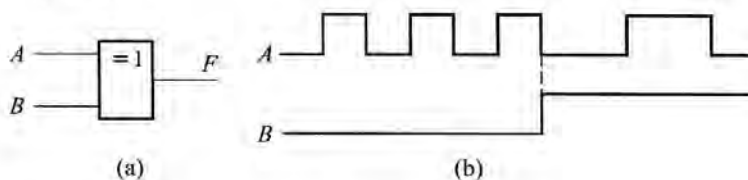

图 2.3.9
【例 2.10】 异或门电路图形符号如图 2.3.9(a) 所示。
(1) 写出 F 的逻辑表达式;
(2) 写出 B 分别为 0 和 1 时, F 的表达式;
(3) 若输入波形如图 2.3.9(b) 所示,画出输出波形。